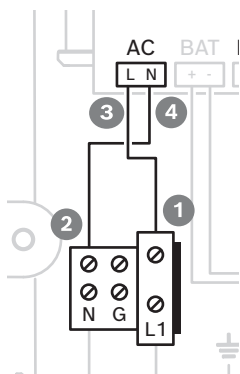

Рис. 3.2: Подключения светодиодного индикатора
4. Подключите единственный коричневый провод к позиции 3, отмеченной буквой L (рис. 3.2).
5. Подключите другой конец коричневого провода к позиции 1 (рис. 3.2).
6. Подключите единственный синий провод к позиции 4, помеченной N (рис. 3.2).
7. Подключите другой конец синего провода к позиции 2 (рис. 3.2).
2. Подключите нейтральный провод к разъему **N** (рис. 3.2).
3. Подключите фазный провод к разъему **L1** (рис. 3.2).